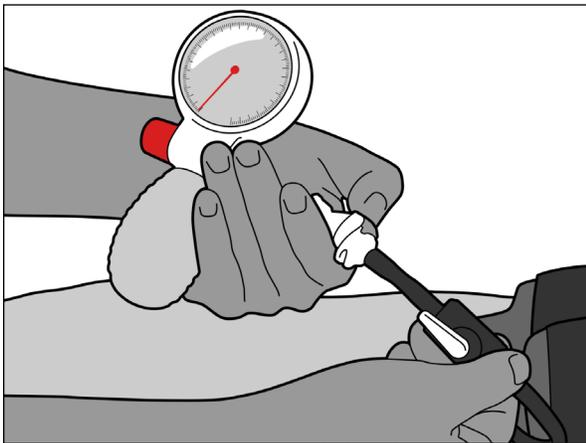

Figure 21
2. Débrancher la pièce de déconnexion rapide en appuyant sur le bouton gris (Figure 21).